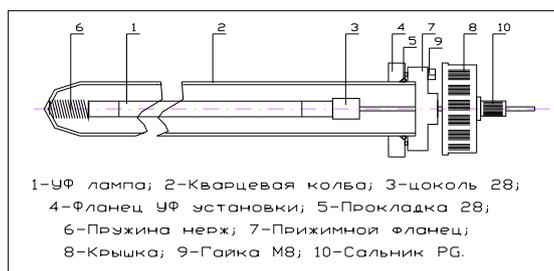

Рис. 2 Узел сборки лампы
4.2. На рис.2 представлен узел сборки УФ лампы. Гидроизоляцию кварцевого кожуха -2 в корпусе БО обеспечивает уплотнительная прокладка круглого сечения 5, поджатая с помощью трех гаек -9 фланцем -7.
6.4. При обнаружении протечки подожмите уплотнительную прокладку (5 на рис.2).
12.3. Поверните крышку – 8 (рис.2).